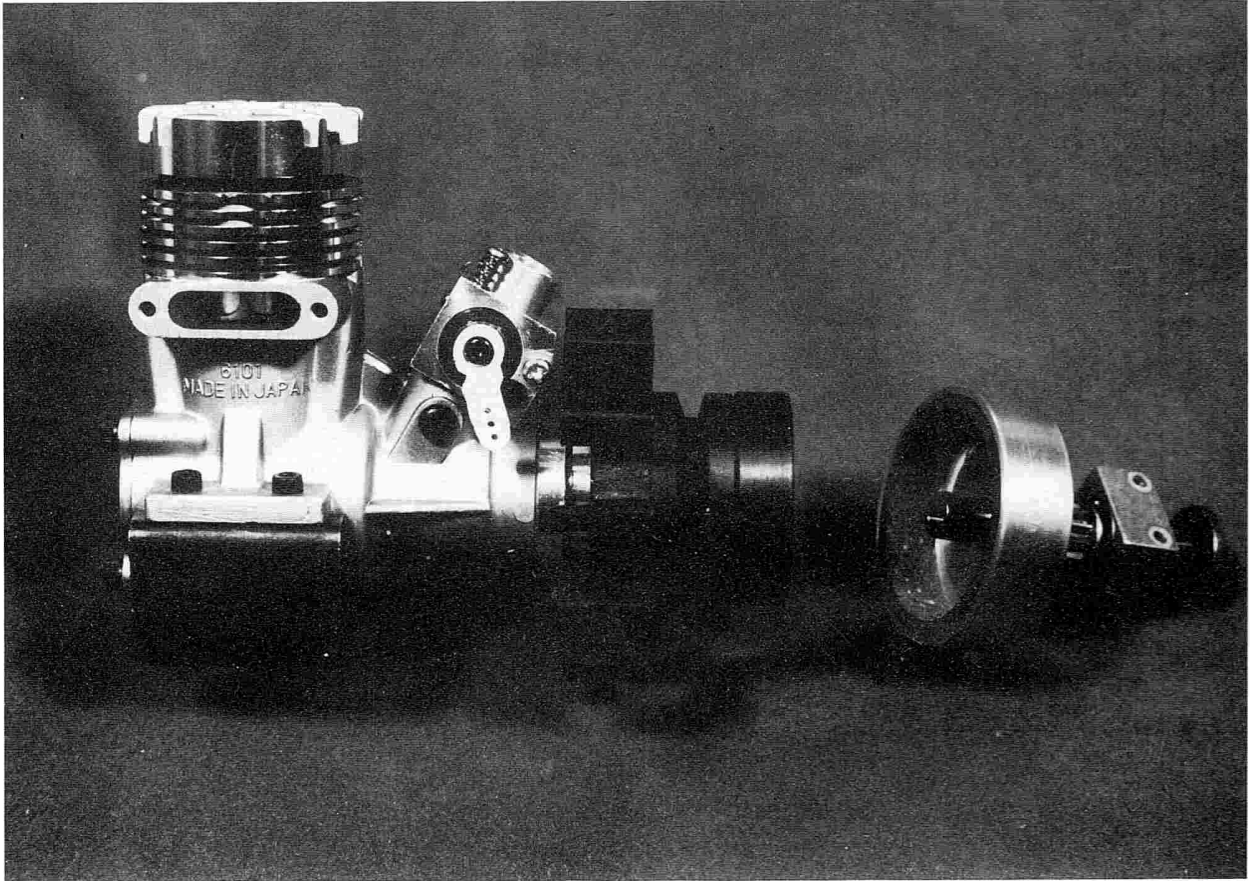

Abb. 3 Antriebsmotor mit montiertem Motorträger und Lüfterrad mit Kupplung
Die beiden Motorträger (112) werden mit 4 Inbusschrauben M 3 x 10 und U-Scheiben an den Motor geschraubt (Bohrungen passen für Motor Enya 40 X und 49 X). (**Abb. 3**).
Danach Kupplungseinheit (119-122) vom Lüfterrad (118) lösen. Lüfterrad auf Motorwelle aufschieben (der hintere Aluminnehmer verbleibt auf der Motorwelle) und mit einem Steckschlüssel **sehr gut** festziehen. Achten Sie hier unbedingt darauf, daß das Lüfterrad gut festgezogen wird, da über das Lüfterrad später der Motor angeworfen wird. Kupplung (119) auf Lüfterrad schrauben (2 Stck. Inbusschrauben M 4 x 18) (Abb. 3). Kupplungsglocke und Lager-einheit (122-128) aufschieben, **Madenschraube (213) im Rändelrad (127) festziehen**. Die gesamte Einheit wird, nun zwischen die Chassisseitenteile gesetzt (**siehe Foto 4**) und der Lagerbock (125) wird mit 2 Inbusschrauben M 3 x 30, 4 U-Scheiben und 2 Stoppmuttern lose verschraubt.